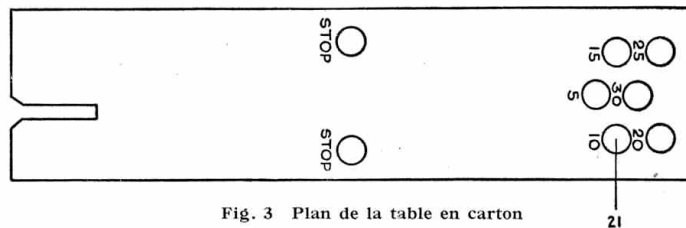

Fig. 3 Plan de la table en carton
La figure 3 indique la dimension du carton. Les trous (21) doivent être légèrement plus larges que la balle ou la bille utilisée (Cette balle n'est pas comprise dans les boîtes Meccano). La table est légèrement inclinée du côté de la tringle-poussoir, si à l'autre extrémité du modèle on dispose deux embases triangulées plates (41), et qu'on les boulonne aux cornières inférieures de 14 cm.